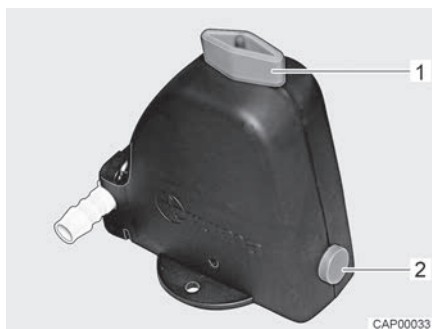
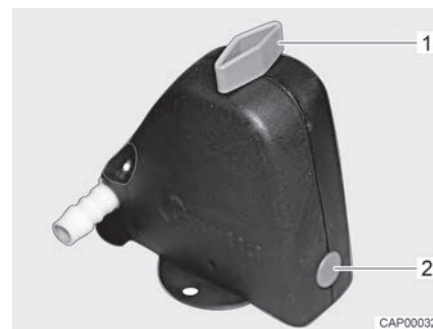

Fig. 72 Valvola di sicurezza/di scarico aperta
Fig. 73 Valvola di sicurezza/di scarico chiusa
- Chiudere la valvola di sicurezza/di scarico. A tal fine ruotare la manopola (Fig. 72,1) trasversalmente rispetto alla valvola di sicurezza/di scarico e premere verso l'interno il bottone automatico (Fig. 72,2). La valvola di sicurezza/di scarico chiusa è rappresentata in Fig. 73. Con temperature inferiori a 6 °C non è possibile chiudere la valvola di sicurezza/di scarico.